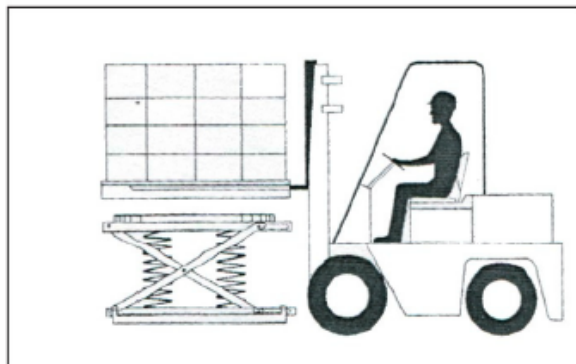

Fig. 11. Lossning med gaffeltruck.
1. Kör in gafflarna helt och hållet i lastpallen och lyft lastpallen rakt upp så att den är helt fri från pallbordet. Se Fig. 11.